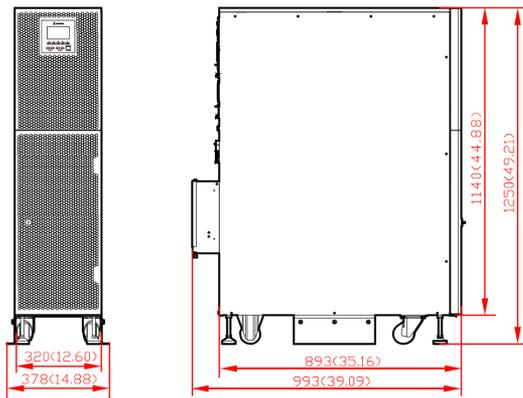

Figura 3-5 Dimensión exterior (mm/pulg.)
Paso 1 Seleccione el sitio de instalación según las dimensiones del equipo (como se muestra en la figura 3-5) y los requisitos de espacio libre (vea la sección 3.2.3 Espacio libre).